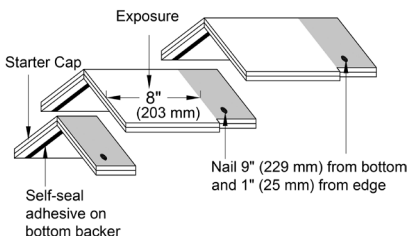

Figura 3
6. **Comienza colocando las piezas de tejas de cumbrera de tamaño completo de 12" x 12" (305 x 305 mm)**... tal como se muestra (consulta la Figura 3). Aplica con una exposición de 8" (203 mm), comenzando desde la parte inferior del techo a cuatro aguas o desde el extremo de la cumbrera opuesta a la dirección del viento predominante. El borde interno de la pieza laminada de 4" (102 mm) de ancho permite la alineación de la siguiente unidad.
7. **Aplica la cumbrera usando 2 clavos por pieza a 9" (229 mm) detrás del extremo expuesto y 1" (25 mm) arriba del borde...** (consulta la Figura 3 para ver la ubicación de los clavos). Usa solamente clavos para techos de acero recubiertos con zinc o aluminio, calibre 10-12, arponados, roscados o de vástago liso con cabezas de  $\frac{3}{8}$ " (10 mm) a  $\frac{7}{16}$ " (12 mm) de diámetro. Los clavos deben tener la longitud suficiente para penetrar al menos  $\frac{3}{4}$ " (19 mm) de las cubiertas de madera o solo a través de madera contrachapada u OSB. Los clavos deben quedar al ras de la superficie de la teja. El clavado excesivo dañará la teja. Los clavos que sobresalen interfieren con la resistencia al viento de la teja.